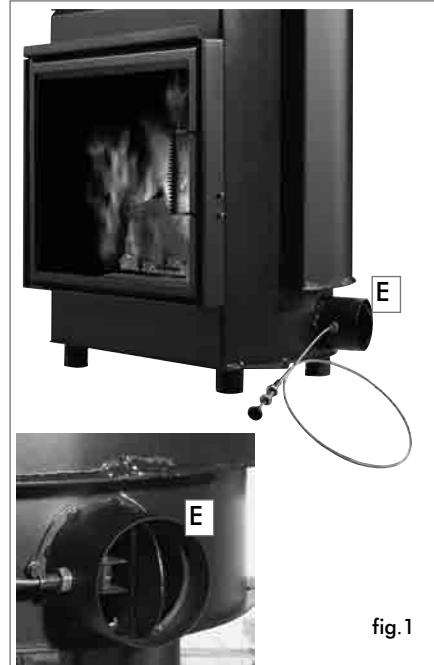

fig.1
- Il comando serranda posto sul bocchettone presa aria esterna (vedi fig. 1 a pag.6), regola la quantità d'aria primaria necessaria alla combustione. Spingendo il pomolo chiude la presa d'aria esterna, tirando il pomolo apre la presa d'aria esterna.